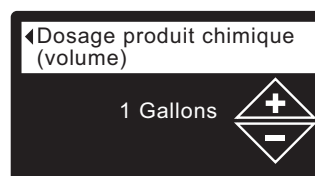

FIG. 85
7. Appuyez sur le sélecteur (O) pour afficher le menu de l'une de ces options (cf. Figure 85 et 86).